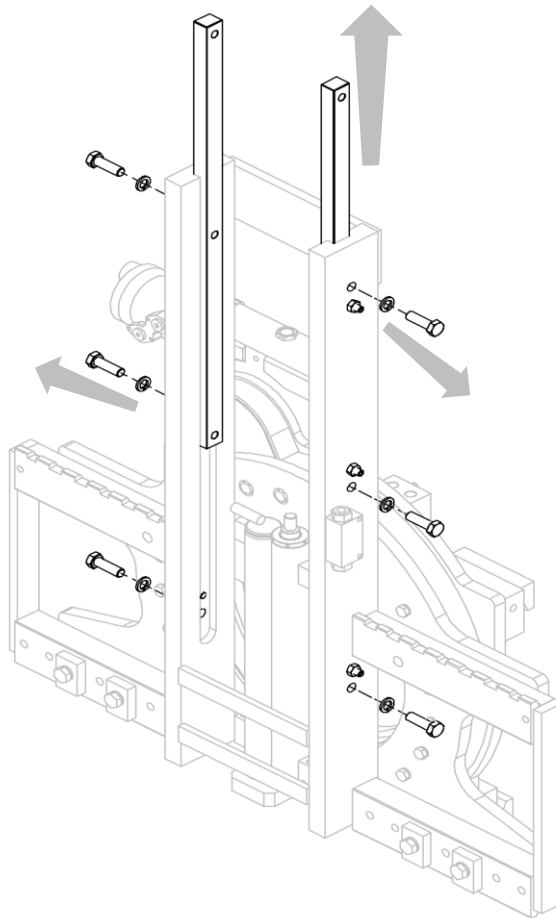

Figura 26
3. Rimuovere le bronzine di scorrimento dopo aver allentato i grani e aver svitato le relative viti che le bloccano (vedi *Figura 26*).